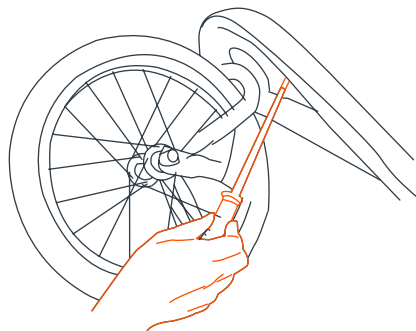

Fig. 5d
- Insérer les 4 vis à travers le dessous du cadre avant et dans les tubes en plastique du pare-chocs. Tourner les vis seulement jusqu'à bien serré (Fig. 5d). **NE PAS TROP SERRER.**